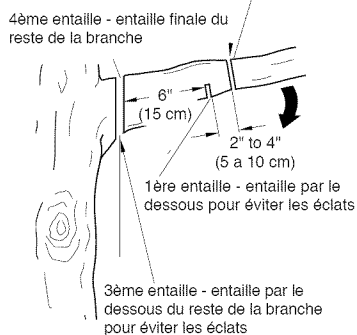

Figure 11 - Coupe d'une branche
- Faire la première entaille à 15 cm (6 po) du tronc, sur le dessous de la branche. Utilisez le haut de la guide-chaîne pour faire cette entaille. Couper sur 1/3 du diamètre de la branche. (voir la Figure 11.)